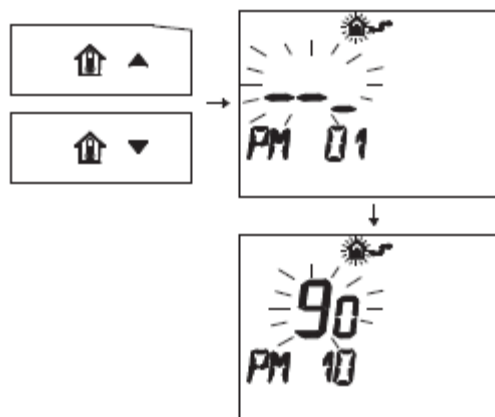

рис. 5.60
• Нажмите кнопки или , для перехода к параметру «PM 10» - частота розжига (см. рис. 5.60).
На рис. 5.60 показана запрограммированная настройка на 90, что соответствует частоте розжига приблизительно 3 минуты.